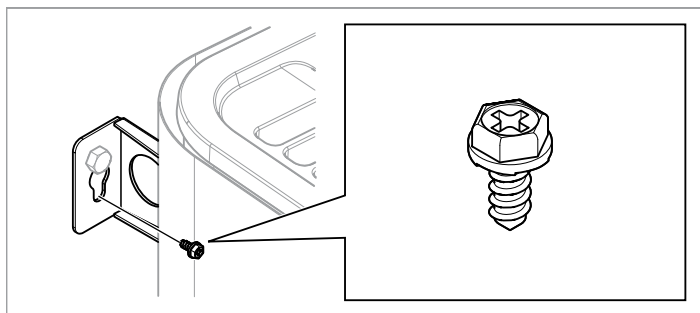

Рисунок 13: Зажимной винт кронштейна
12. Закрепите устройство зажимным винтом, см. рис. 13.